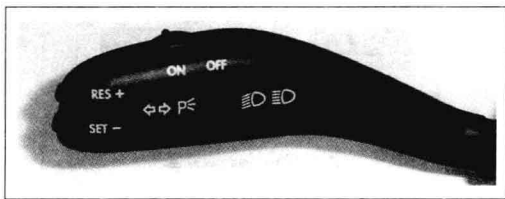

图 1-15 巡航控制(CC)开关
(2) 换档模式选择开关
① 经济模式(ECONOMY):当车辆在城市道路行驶时,接通经济模式,其换档规律应能使发动机转速经常处于经济转速范围,从而提高燃油经济性。
② 动力模式(POWER):当车辆上坡、在山路上行驶或希望发动机在高转速下工作时,可选择动力模式,此时车辆加速能力很强。
③ 标准模式(NORMAL):另外有些车辆设定的模式分别是 MANUAL、ECONOMY、POWER 或 POWER、COMFORT、AUTO 及 SNOW 等。其中 MANUAL 为手动换档模式,在雨雪、泥泞路面或湿滑路面起步,并要求换档固定的情况下使用手动换档模式。COMFORT 为舒适换档模式,这个模式相当于 ECONOMY 模式。当节气门迅速打开时,换档模式会自动切换到 POWER 模式。当节气门开度小于 $1/8$ 时,又由 POWER 模式自动转换为 ECONOMY 模式。AUTO 为自动模式,它是介于舒适和动力模式之间的一种模式。SNOW 为雪地模式,当车辆在冰雪路面行驶时,选择雪地模式以防驱动轮打滑。
(3) 巡航控制(CC)开关 巡航控制开关一般安装在转向柱或仪表板上,巡航控制系统自动控制汽车以稳定车速持续行驶,使驾驶操作简便、节省燃油。当驾驶者关闭巡航控制开关或使用制动时,巡航控制随即解除,如图 1-15 所示为巡航控制(CC)开关。